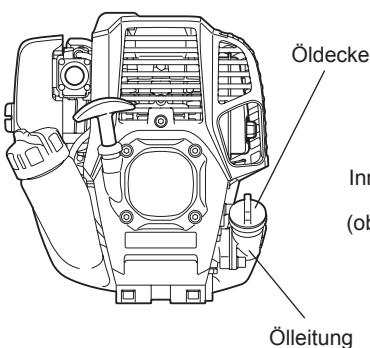
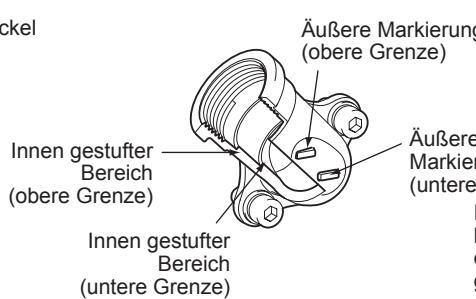

Abb. 1
Abb. 2 Ölleitung
- Legen Sie den Motor waagerecht ab, entfernen Sie den Öldeckel (Abb. 1) und prüfen Sie, ob Sie Öl im Bereich zwischen den oberen und unteren Grenzmarkierungen der Ölleitung sehen (Abb. 2).